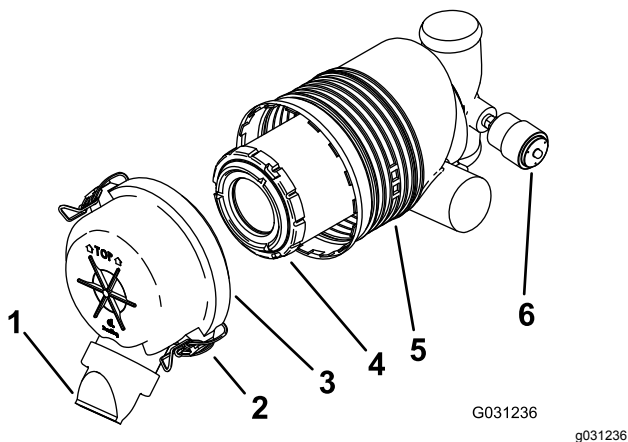

Figure 30
Important: Remplacez le filtre à air uniquement quand l'indicateur de colmatage est rouge (Figure 30). Ne remplacez pas le filtre à air plus fréquemment que nécessaire ; cela ne fait qu'accroître le risque de contamination du moteur par des impuretés quand le filtre est déposé.
5. Déverrouillez le filtre à air et détachez le couvercle du boîtier du filtre (Figure 30).
- Si l'indicateur de colmatage est transparent, reposez le couvercle du filtre à air, en orientant le capuchon antipoussière vers le bas, et fermez les verrous (Figure 30).
- Sortez l'élément filtrant du boîtier du filtre à air avec précaution (Figure 30).
- Posez l'élément filtrant avec précaution (Figure 30).
- Reposez le couvercle du filtre à air, le capuchon antipoussière orienté en bas, et fermez les verrous (Figure 30).